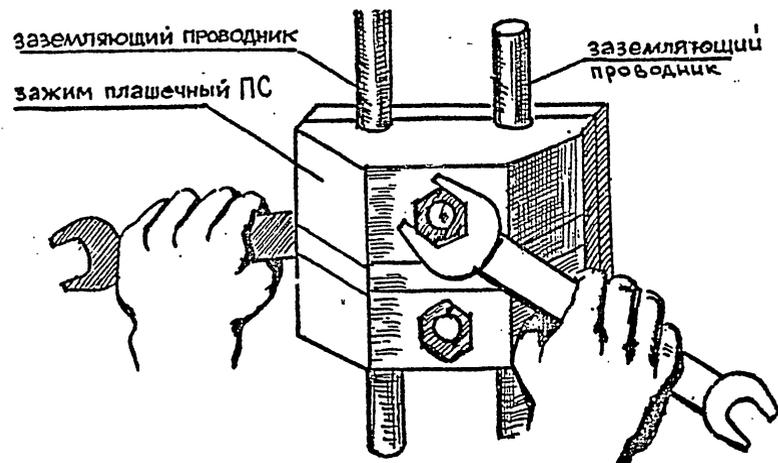

Рис. 1
4.2. ЭИ гаечным ключом ослабляет болты плашечного зажима ПС, вкладывает в его канавки заземляющие проводники и с помощью гаечных ключей затягивает гайки (рис.1).